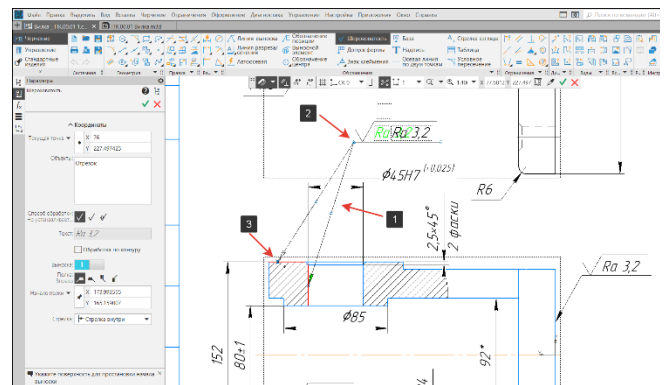

Рисунок 248 – Добавление второй стрелки линии-выноски
- Дважды кликнем на линию-выноску шероховатости (1) (линия привязки станет красной, станут доступны параметры редактирования) (Рисунок 248);
- Для добавления второй стрелки кликнуть на реперную точку в начале полки (2) (показана как треугольник) (Рисунок 248);
- Первым кликом укажем объект размещения шероховатости второй стрелки (3) (Рисунок 248);
- Вторым кликом укажем точку-привязку стрелки линии-выноски (3) (Рисунок 248);